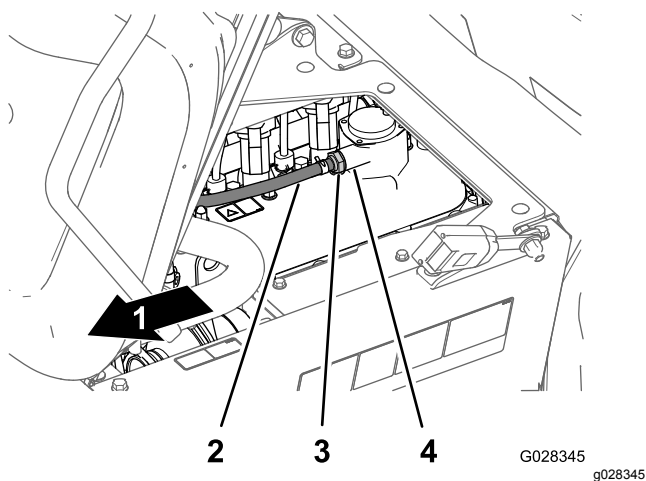

Figure 77
4. Insérez le clapet RGC jusqu'à ce qu'il soit complètement engagé dans le joint du raccord du couvre-culasse (Figure 77).
2. Déposez le clapet RGC du raccord sur le couvre-culasse (Figure 77).
Remarque: Si le restricteur interne du clapet RGC cliquète, le clapet est réparable; dans le cas contraire, remplacez le clapet (Figure 77).